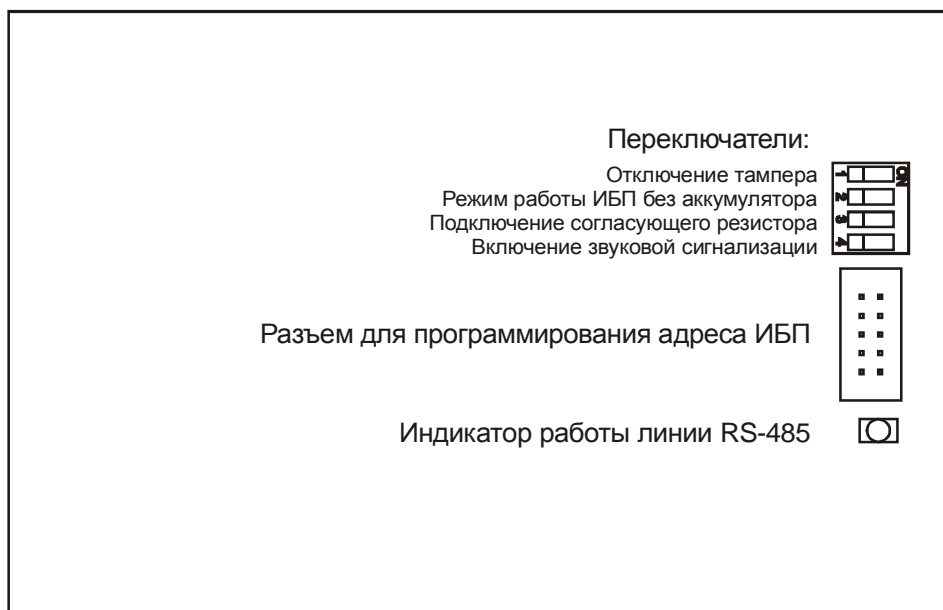

**Рис. 8 Подключение аккумуляторных батарей в ИБП2400**
Аккумуляторные батареи устанавливаются на дно корпуса и подключаются проводами с красными и синими наконечниками, обозначающими полярность ("+"-красный, "-"-синий) подключения в соответствии со схемой на Рис. 7 и Рис. 8. Справа на боковой поверхности корпуса расположен винт для подключения защитного заземления.
6.4.4 Подключение соединительных линий и БА к клеммам ИБП производится в соответствии с Рис. 5, Рис. 6, Рис. 7, Рис. 7 и Рис. 8. Перед подключением тумблер «Сеть 220 В» выключить.
6.5. Установить аккумуляторные батареи, подключив их к клеммам с помощью соединительных проводов, имеющих соответствующую маркировку (красный наконечник «+», синий наконечник «-») по схеме, приведенной на Рис. 7 или Рис. 8.